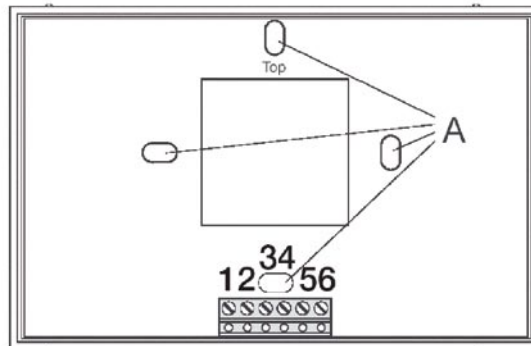

рис. 26 - Установка пульта дистанционного управления *Open Therm*
- отделить с помощью отвертки заднюю часть (серую) корпуса от передней (белой) и закрепить используя отверстия А (рис. 26) заднюю часть корпуса на стене;
- подключить пульт ДУ к котлу закрыв контакты 1 и 2 пульта ДУ (рис. 26) на клемной панели OPENTH M6 платы ИНТЕРФЕЙСА ПУЛЬТА. Подключение BUS защищено от ошибочной полярности, это означает, что контакты могут быть подключены даже наоборот;
Внешний температурный датчик OKSONEST00 должен подключаться на контакты 5 и 6 пульта дистанционного управления (рис. 26).
Телефонный коммутатор подключается к контактам 3 и 4 пульта дистанционного управления (рис. 26).